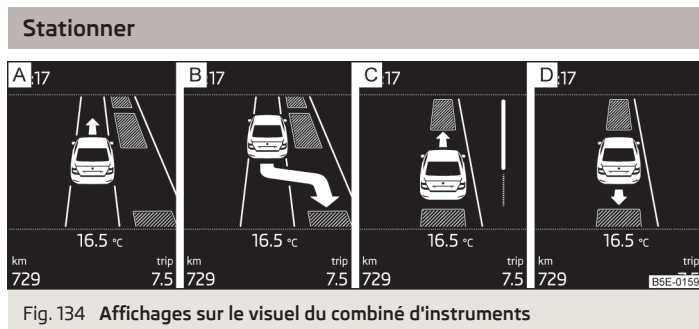

Fig. 134 Affichages sur le visuel du combiné d'instruments
Lorsque le système a détecté une place de stationnement appropriée, celle-ci s'affiche sur le visuel » fig. 134 - A.
- » Continuez d'avancer jusqu'à ce que l'instruction » fig. 134 - B s'affiche sur le visuel.
- » Si la flèche vers l'avant » fig. 134 - C clignote sur le visuel, enclenchez le 1er rapport ou amenez le levier sélecteur sur la position D.
- » Si la flèche vers l'arrière » fig. 134 - D clignote sur le visuel, enclenchez de nouveau la marche arrière ou amenez le levier sélecteur sur la position R.